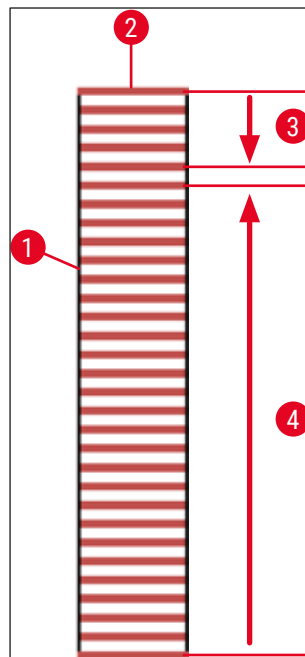

Abb. 74
Um das Austrocknen von Objektträgern während des Eindeckprozesses zu vermindern, werden immer zuerst die ersten 5 Objektträger eingedeckt. Danach fährt der Objektträgerhalter ganz nach oben und setzt das Eindecken mit dem letzten Objektträger im Objektträgerhalter fort (→ Abb. 74).
- Die schematische Darstellung (→ Abb. 74) eines Objektträgerhalters (→ Abb. 74-1) mit eingesetzten Objektträgern (→ Abb. 74-2) zeigt die Reihenfolge beim Eindeckprozess.